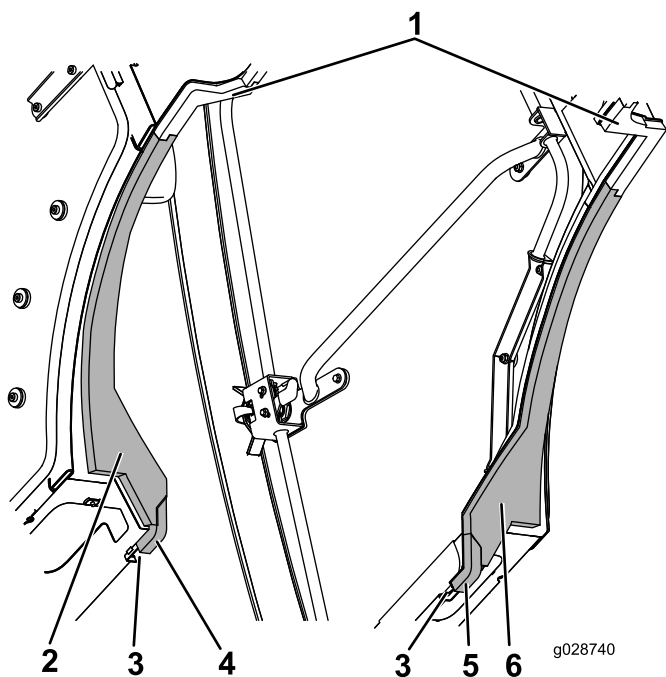

Figura 60
4. Allineate i bordi più interni dei componenti del serbatoio sinistro e del serbatoio destro in schiuma sintetica con i componenti intermedi destro e sinistro in schiuma sintetica e interbloccate le linguette (Figura 60).
5. Premete il bordo anteriore dei componenti laterale destro e laterale sinistro in schiuma sintetica contro il canale e interbloccate il bordo posteriore angolato dei componenti laterali in schiuma sintetica con i componenti del serbatoio in schiuma sintetica (Figura 60).